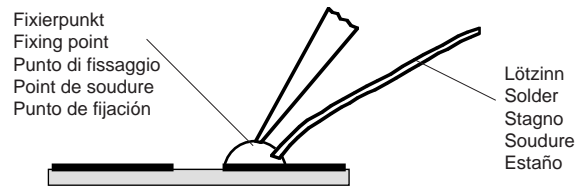

Fig. 3
3. Schritt: Lötspunkt von Lötrückständen säubern. Lötperle anbringen (Fig. 3).
3. Pulire il punto dai residui di saldatura. Applicare una goccia di stagno (Fig. 3).
3. step: Remove possible residues from the soldering point. Then apply a solder bead (Fig. 3).
3. Aspirer les restes de soudure sur le circuit. Poser une pointe de soudure (Fig. 3).
- Tercer paso: Limpiar el punto de soldadura de residuos de la soldadura anterior. Poner una gota de estaño (Fig. 3).